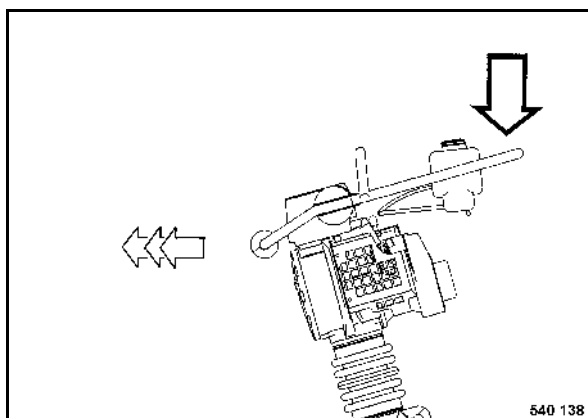

fig. 21
- La vitesse de déplacement peut également être variée par pression vers le bas sur l'étrier de guidage (fig. 21).